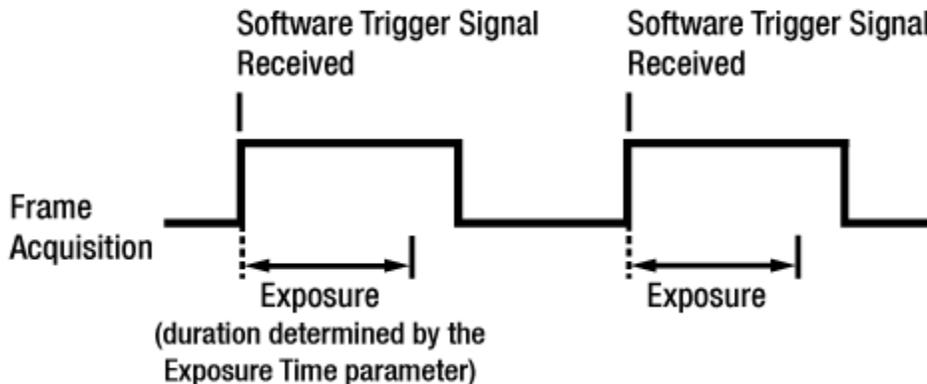

Figure 8.2 Software 트리거 신호로 영상 획득하기
**Trigger Mode** 파라미터를 **On** 으로 설정하고 **Trigger Source** 파라미터를 **Software** 로 설정한 경우 카메라에 소프트웨어 트리거 신호(exposure start)를 공급해야 영상 획득을 시작할 수 있습니다. 카메라가 *Exposure Start 트리거 획득 대기 상태*에 있는 경우 카메라에서 소프트웨어 트리거 신호를 수신하면 노출을 시작하게 됩니다. Figure 8.2 에서는 소프트웨어 트리거 신호에 의한 영상 획득을 나타냅니다.